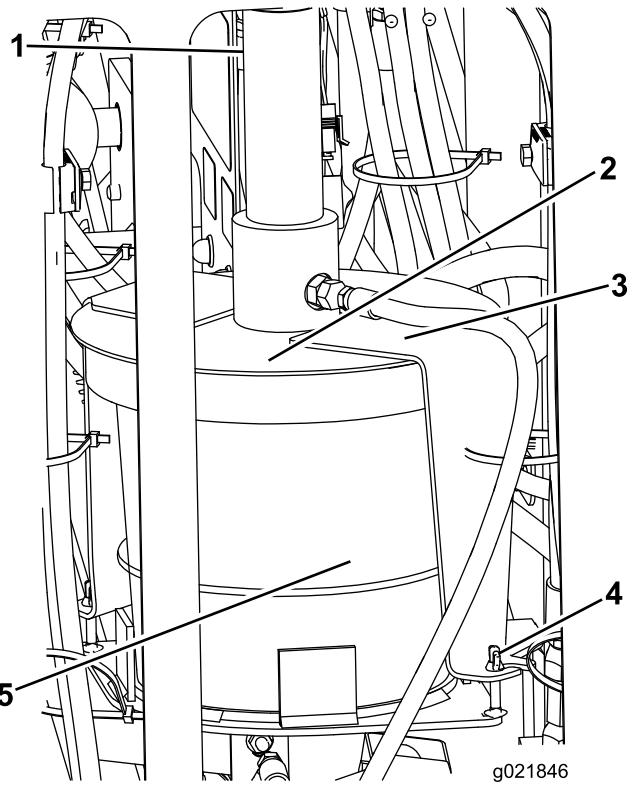

Figura 56
4. Gire la tapa y separe las pletinas de sujeción de los pernos de retención (Figura 56).
5. Retire la tapa del cubo de lubricante de roscas vacío (Figura 56).
7. Coloque el pistón en el cubo nuevo y baje la tapa sobre el cubo (Figura 56).
8. Coloque las pletinas de sujeción sobre los pernos de retención y gire la tapa para enganchar las pletinas en los pernos (Figura 56).
3. Afloje las tuercas de orejeta que sujetan las pletinas de sujeción a la máquina (Figura 56).